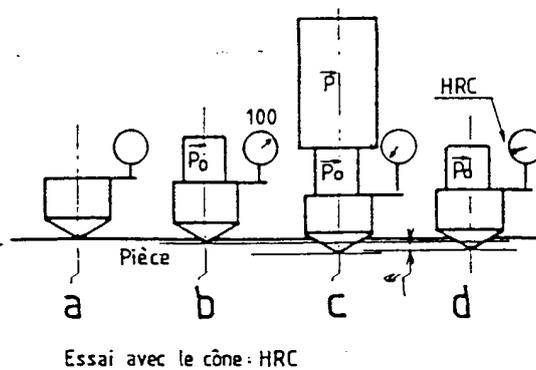
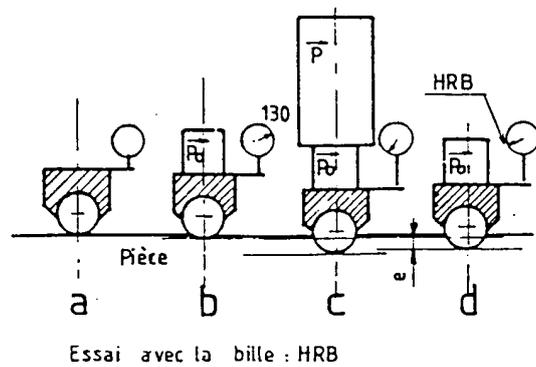

fig 5
fig 6
• Conduite de l'essai. Essai avec le cône (fig. 5)'. Essai avec la bille (fig. 6).